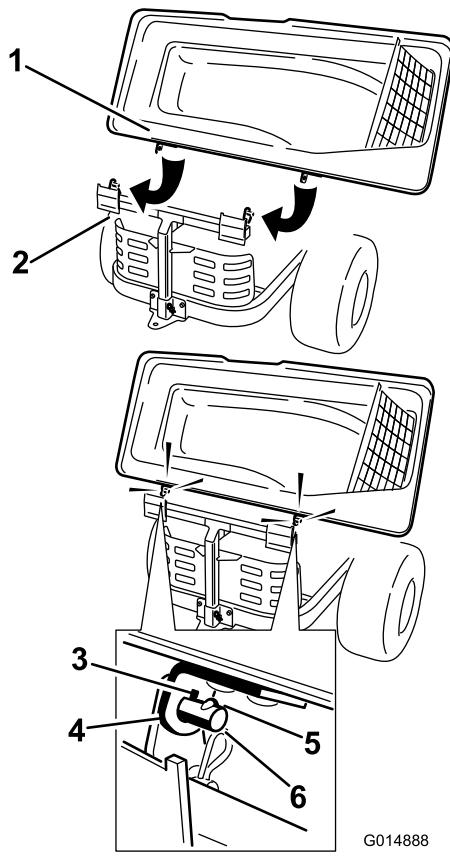

Bild 16
1. Bauen Sie die Abdeckung des Heckfangsystems am Rahmen des Heckfangsystems ein. Drehen Sie die Abdeckung des Heckfangsystems, um die Schlüssellocher in den oberen Halterungen des Heckfangsystems mit den Schlüsseln in den Pfosten am Rahmen des Heckfangsystems auszufluchten (Bild 16). Schieben Sie die Halterungen über die Pfosten und drehen Sie die Abdeckung des Heckfangsystems nach unten in die Betriebsstellung.